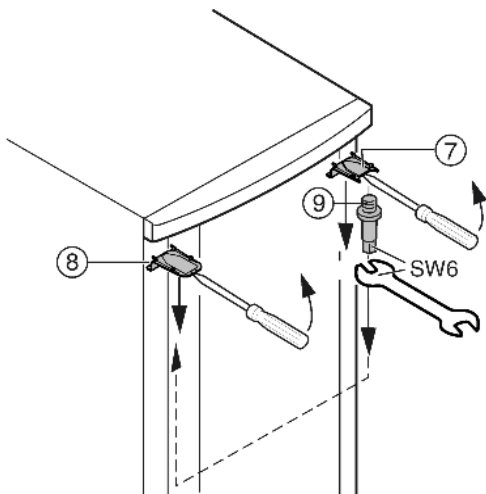

Fig. 6
- ▶ Верхнюю крышку Fig. 6 (7) и крышку Fig. 6 (8) с помощью отвертки выведите вперед из фиксатора и снимите, наклоняя вниз.
- ▶ Выкрутите опорный палец Fig. 6 (9) и вкрутите на противоположной стороне (**с моментом 4 Нм**).
- ▶ Снова установите крышку Fig. 6 (7) на стороне опорного пальца: насадите сзади, защелкните спереди.
- ▶ Установите крышку Fig. 6 (8) на противоположной стороне: насадите сзади, защелкните спереди.
- ▶ Подвесьте верхнюю часть двери на опорный палец Fig. 6 (9).